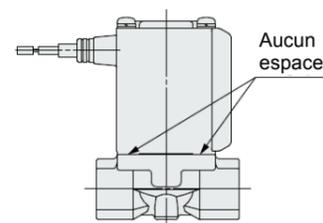
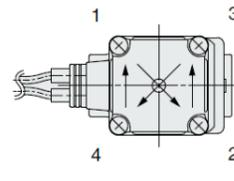

Fig. 19a
Fig. 19b
- Maintenez la bobine contre le corps et serrez les vis d'au moins deux tours en diagonale (figure 19b). Il ne doit y avoir aucun espace entre la bobine et le corps (figure 19a).